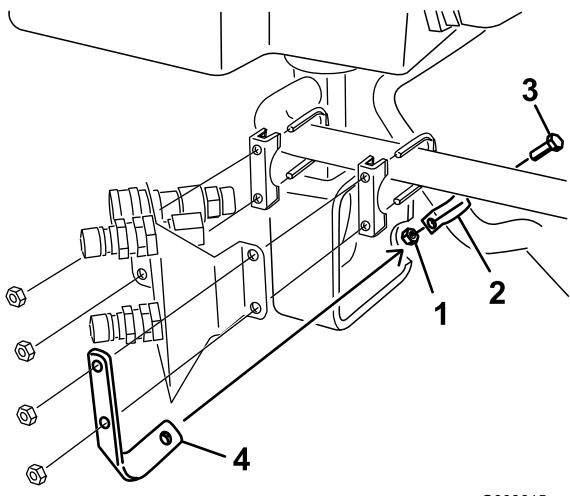

Figura 27
- Instale una abrazadera en R sobre la manguera hidráulica grande, según se muestra en Figura 27. Instale la abrazadera en R en el soporte de retención con un perno (5/16 x 7/8 pulgada) y una tuerca (5/16 pulgada) (Figura 27).